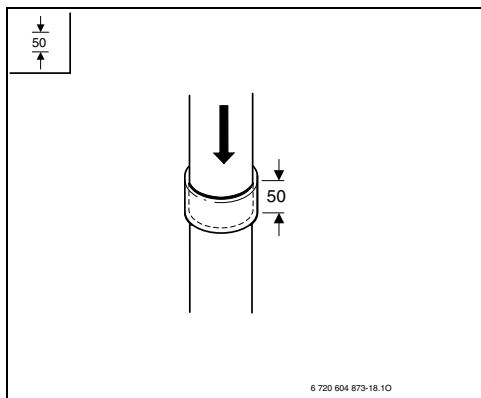

Fig. 32
- ▶ Empujar los accesorios de los gases de combustión hasta el apoyo (aquí: 50 mm de profundidad del encaje), (Fig. 32).